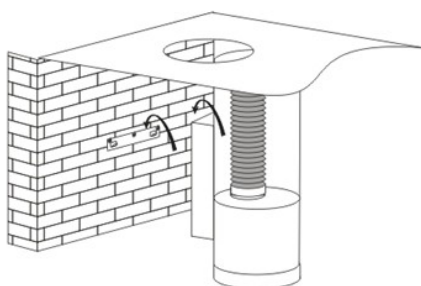

Рис. 4
4. Повесьте вытяжку на крюк. См. рис. 4 и 5.